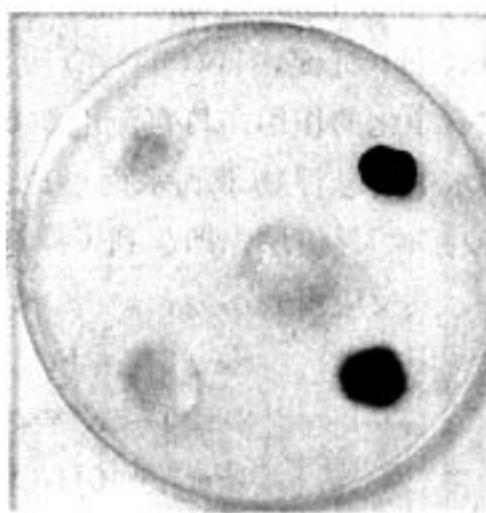

图 1-5 氯气生成及性质
- 在一块下衬白纸的玻璃片的不同位置上分别滴加浓度为  $0.1 \text{ mol} \cdot \text{L}^{-1}$  的  $\text{KBr}$ 、 $\text{KI}$ （含淀粉溶液）、 $\text{NaOH}$ （含酚酞）、 $\text{FeSO}_4$ （含  $\text{KSCN}$ ）溶液各 1 滴，每种液滴彼此分开（应在下衬的白纸上编号，记清各液滴的位置），围成半径小于表面皿的圆形（如图 1-5 所示，你可以任意补充几种反应物，使各液滴排成圆形）。在圆心处放置 2 粒芝麻大小的  $\text{KClO}_3$  晶体。盖好表面皿。